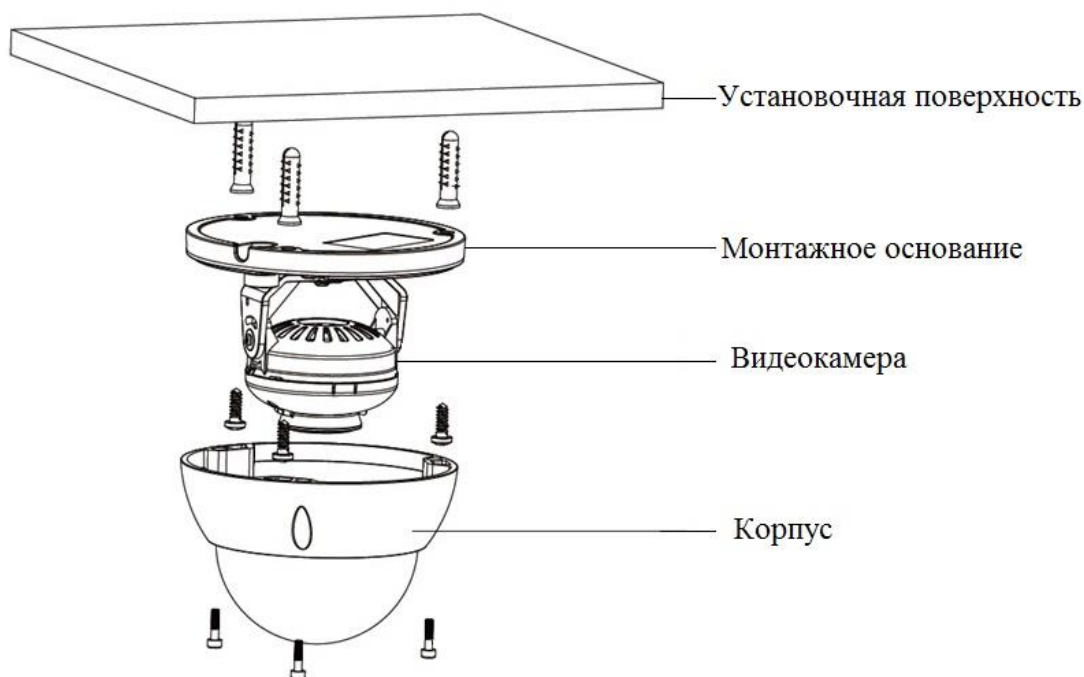

Рисунок 3
4.6 Прикрепите монтажное основание видеокамеры к установочной поверхности (рис.3).